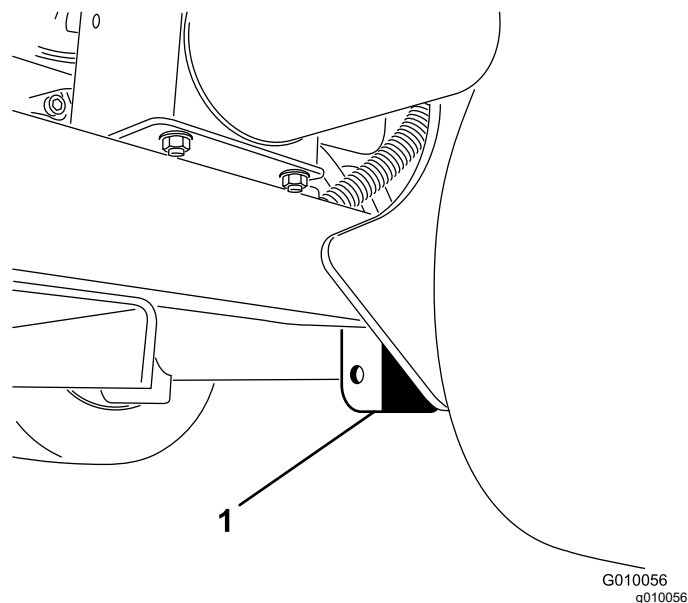

Рисунок 38
3. Надежно разместите домкрат под плитой рамы сразу за задним колесом (Рисунок 38).